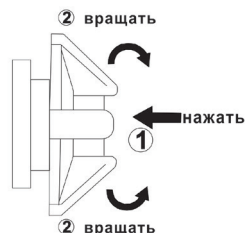

рис. 5
6.1 Наденьте щиток на голову. Нажмите регулирующую ручку вниз (в заднем положении головы), одновременно вращая ее против часовой стрелки, чтобы увеличить длину окружности головного обруча, или по часовой стрелке, чтобы уменьшить длину окружности головного обруча (рис. 5).